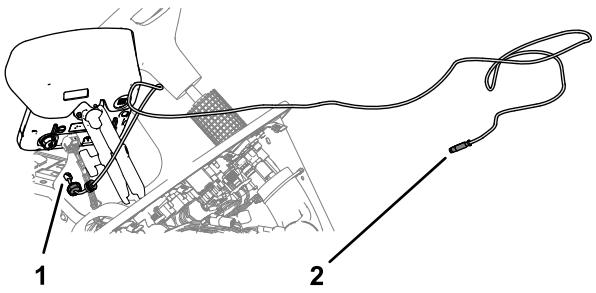

Рисунок 157
1. Направьте жгут проводов передачи данных модема с разъемом RS-232 с маркировкой X-CONSOLE (Х-КОНСОЛЬ) в сторону монитора опрыскивателя (Рисунок 157).